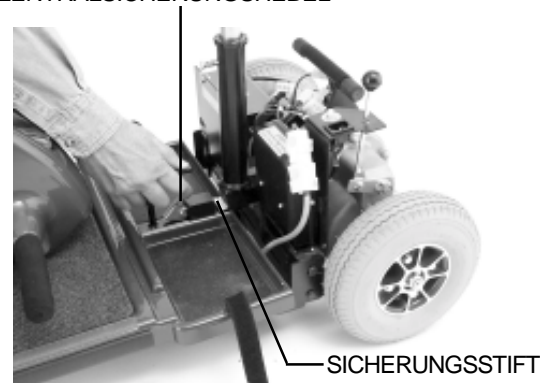

ABB. 16. ZENTRALSICHERUNGHEBEL
2. Mit einer Hand den Zentralsicherungshebel (löst den Sicherungsstift) hochziehen, mit der anderen Hand die Sitzstütze drücken und das Heckteil nach hinten weit genug schwenken, um die oberen Stifte am Heckteil und die oberen Führungen am Vorderteil zu trennen. Siehe Abb.16 und 17.
3. Mit einer Hand auf der Sitzstütze und einer an dem Rahmengriff, den Vorderteil leicht anheben und die beiden Teile auseinander schieben. Siehe Abb.16 und 17.